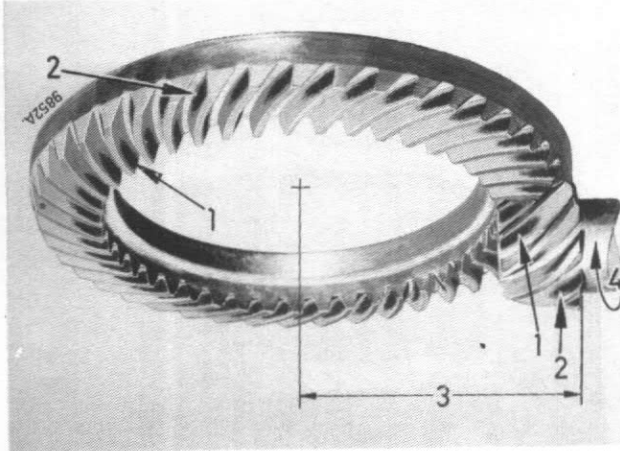

Figure 133
Les Figures 133 à 136 montrent des exemples caractéristiques de portées de dents. Sur les quatre figures le numéro de repère (4) indique le sens de rotation en marche avant.
En marche arrière, la portée (1) Fig. 133 se fait sur l'extrémité interne des dents et en marche avant (2) sur le talon des dents. Le pignon est trop engagé. Augmentez la distance (3) en remplaçant la cale d'épaisseur (3, Fig. 82) de l'arbre secondaire par une cale d'environ 0,1 mm plus mince.